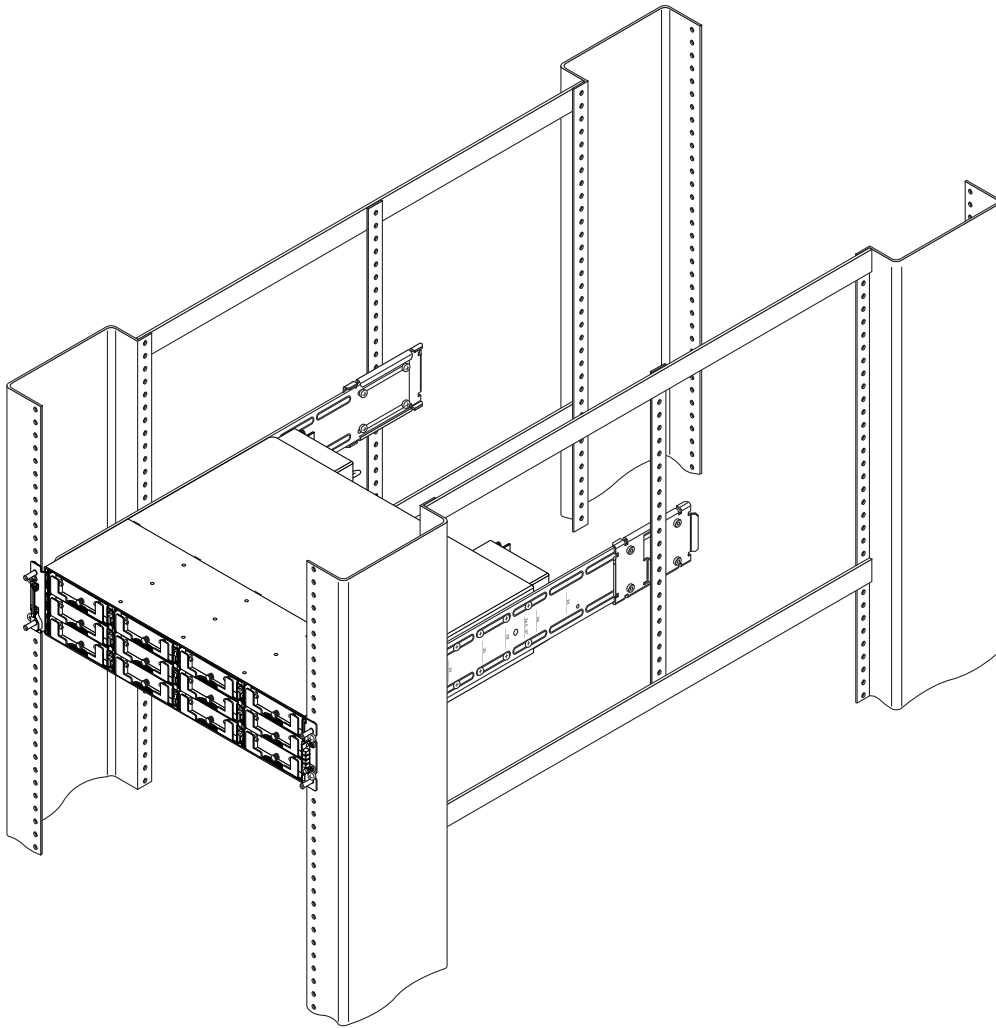

图 2-2 用中部支架安装完成之后，不带机箱帽和前盖、通过机架安装的机柜阵列
- 可以用中部支架和侧面支架将 24.5 英寸（62.22 厘米）的阵列装入机柜。图 2-2 显示用中部支架和侧面支架将一台 Sun StorEdge 3000 系列 2U 阵列安装在 Sun Fire 机柜中。
安装过程中请参阅表 2-1 中所列部件以及图 2-2 的示意图。该表给出了在机柜中安装阵列所需的主要组件和紧固件。